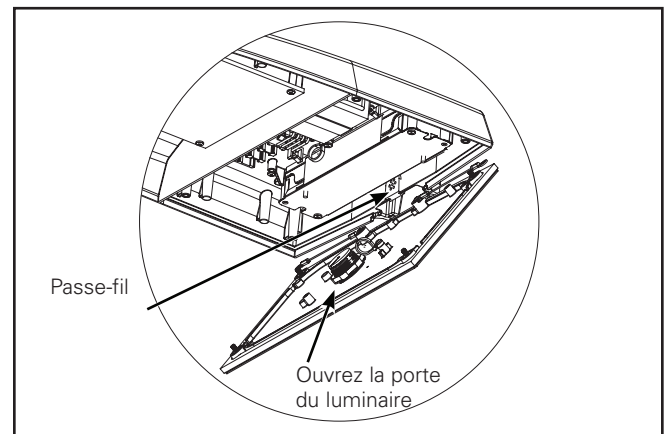

Figure 8.
2. Fixez l'adaptateur pour crosse à la crosse à l'aide des quatre (4) vis de réglage de M10x1,5 (3/8-16) de 4,8 mm (3/8-16 x 3/8 po). Mettez l'adaptateur de crosse à niveau pendant que vous serrez les vis de serrage. Serrez à un couple de 13,6 Nm (120 lb-po).
4. Ouvrez la porte du luminaire en desserrant les quatre (4) vis à tête cruciforme (ou les vis à serrage, le cas échéant) de la porte. (figure 8).
5. Retirez le passe-fil des fils du luminaire situé à l'arrière de ce dernier (figure 8).